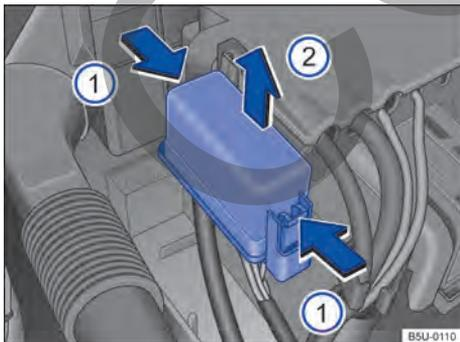

Fig. 187 En el compartimiento del motor: cobertura de la caja de fusibles.
- Presionar las trabas en el sentido de la flecha → fig. 187 ①, para desbloquear la cubierta de la caja de fusibles.
- Remover la cobertura por arriba, en el sentido de la flecha ②.
- Para el **montaje**, colocar la cubierta sobre la caja de fusibles. Presionar la cobertura hacia abajo, en el sentido contrario de la flecha ②, hasta que trabe de forma audible.